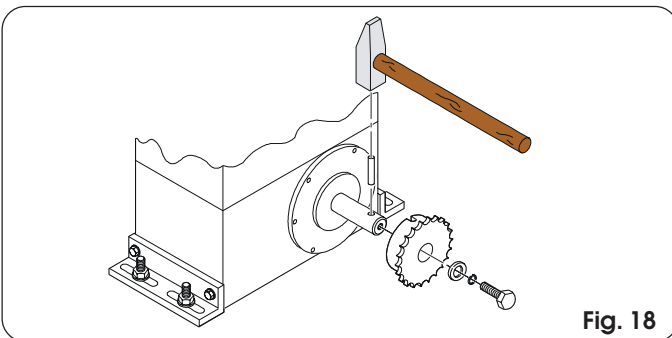

Fig. 18
**4.5.1. MOD. 746 ER CAT (Fig. 18 - 19)**